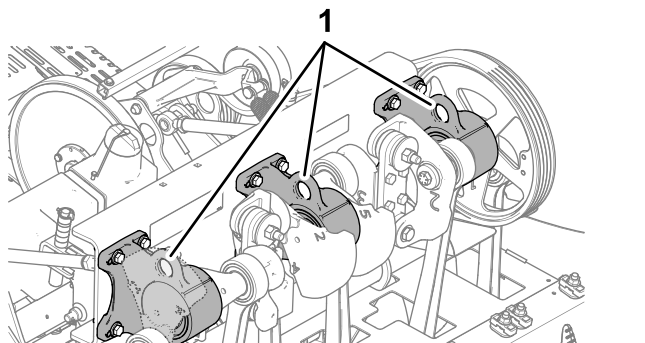

**Figura 3**
**Nota:** Se disponibile, utilizzate un paranco per sollevare la parte posteriore della macchina. Come punti di attacco per il sollevamento utilizzate i ganci a occhiello nelle sedi dei cuscinetti della testa di carotaggio (Figura 3).